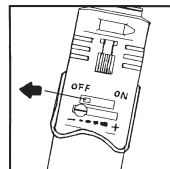

Abb. 8
- Bevor der LötKolben repariert oder ohne Aufsicht zurückgelassen wird, überprüfen, dass der Ein-/Ausknopf auf **off** steht und dass sich der LötKolben abgekühlt hat. *Siehe Abb. 8.*